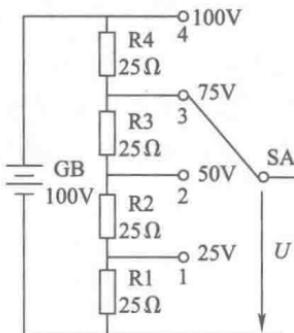

图 1—4 电阻分压器电路
(1) 用几个电阻串联，可获得较大的电阻。
(2) 分压器。图 1—4 所示为电阻分压器电路。